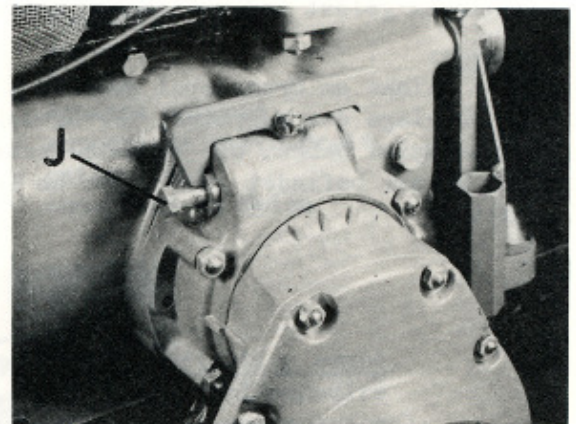

Fig. 5
- b) Schraube J des Klemmkeiles (Fig. 5) der zu verstellenden Achse lösen.
- b) Desserrer la vis de clavette de serrage J fig. 5 de l'essieu à régler.